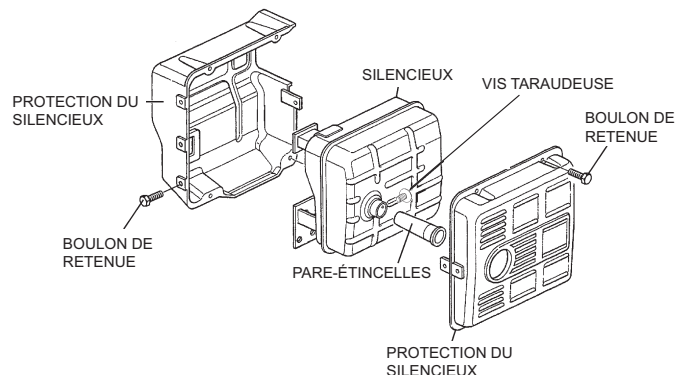

Figure 35. Démontage du pare-étincelles
1. Retirer les boulons qui retiennent la protection du silencieux (Figure 35), puis retirer la protection du silencieux.